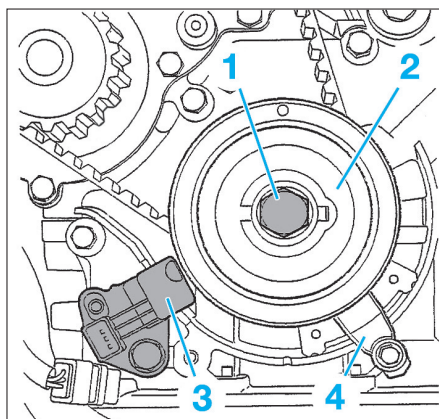
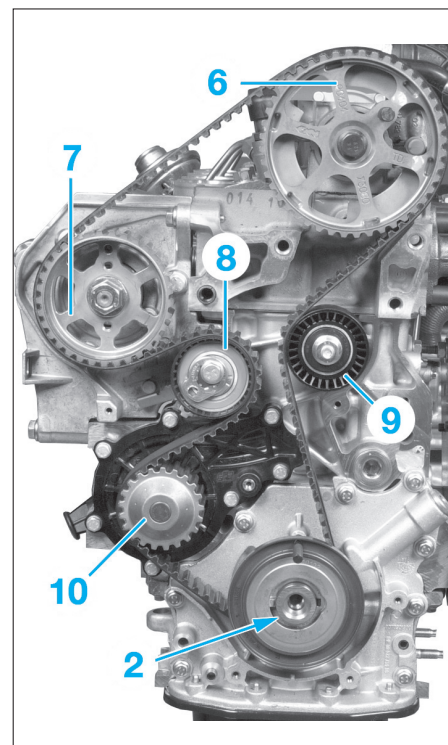
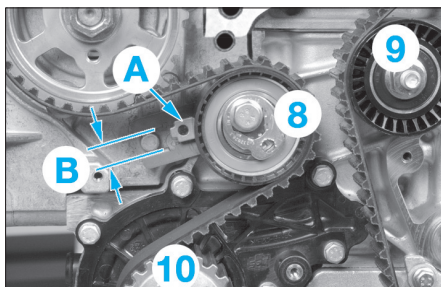

Fig. 6
Fig. 10
Fig. 11
- Déposer la vis (1) et la poulie de vilebrequin (2) (Fig.6).
- Maintenir le galet tendeur (8) à l'aide d'une clé six pans (Fig.10).
- À l'aide d'une clé six pans, tourner le galet tendeur (8) vers la droite jusqu'à aligner l'index du galet (A) au milieu de la fourche symbolisée en (B) (Fig.11).
- Serrer la vis de fixation du galet tendeur (8) au couple prescrit.
- Contrôler le pigeage des roues dentées (Fig.10) :
- de l'arbre à cames (6).
- du vilebrequin (2).
- de la pompe haute pression (7).
- Contrôler le bon alignement des repères du galet tendeur (A) et (B) (Fig.11).
- Dans le cas où le pigeage ne serait pas possible ou si les repères (A) et (B) du galet tendeur n'étaient pas alignés, déposer la courroie et répéter l'opération.
- le capteur de régime moteur (3) et la butée antidécalage de courroie (4) (Fig.6),
- Déposer la vis de poulie de vilebrequin (1) (Fig.6).